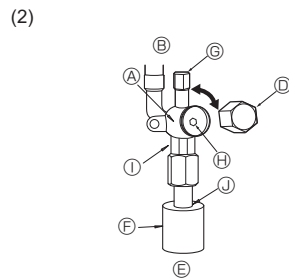

Fig. 4-7
- Flüssigkeitsseite (Fig. 4-7)